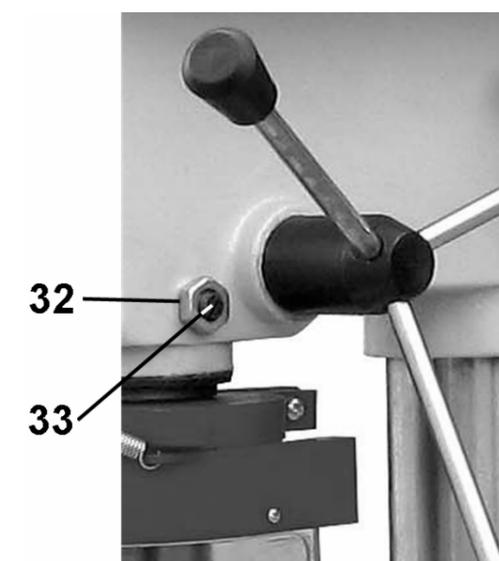

Рис. 7
9.10. Проверьте поперечный люфт шпинделя, покачав за сверлильный патрон (5), Рис.2. При необходимости его можно уменьшить, поворачивая по часовой стрелке винт (33), Рис.7, предварительно ослабив контргайку (32). По окончании регулировки закрепите положение контргайкой (32).